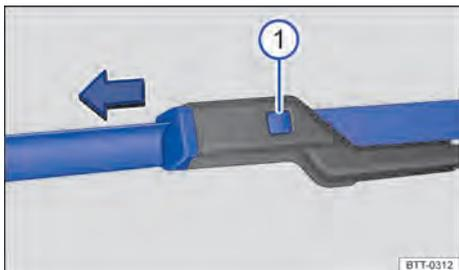

Fig. 142 No para-brisa: substituir as palhetas dos limpadores do para-brisa.
3. Manter o botão de destravamento pressionado e, ao mesmo tempo, puxar a palheta dos limpadores dos vidros para fora, no sentido da seta → Fig. 142 ①.